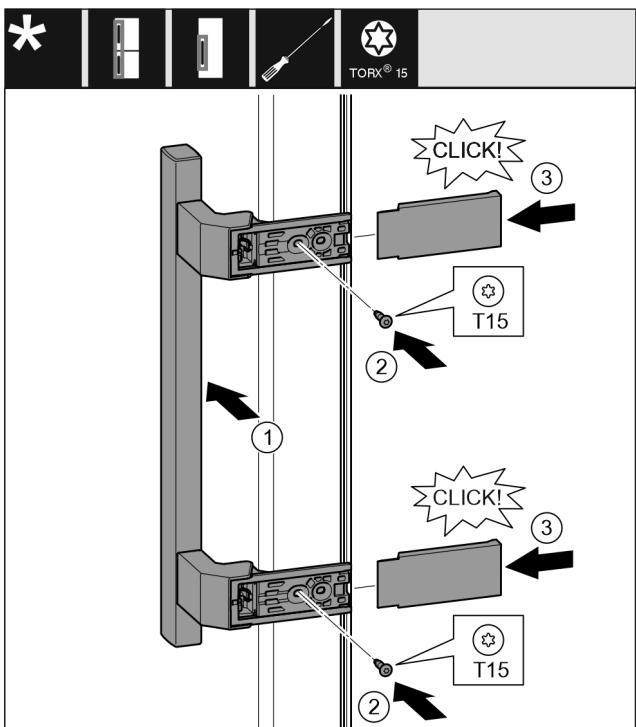

Fig. 17
- Εφαρμόστε τη λαβή στην απέναντι πλευρά. Fig. 17 (1)
- Σφίξτε τις βίδες με κατσαβίδι T15. Fig. 17 (2)
- Εφαρμόστε στο πλάι τα καλύμματα και τοποθετήστε τα. Fig. 17 (3)